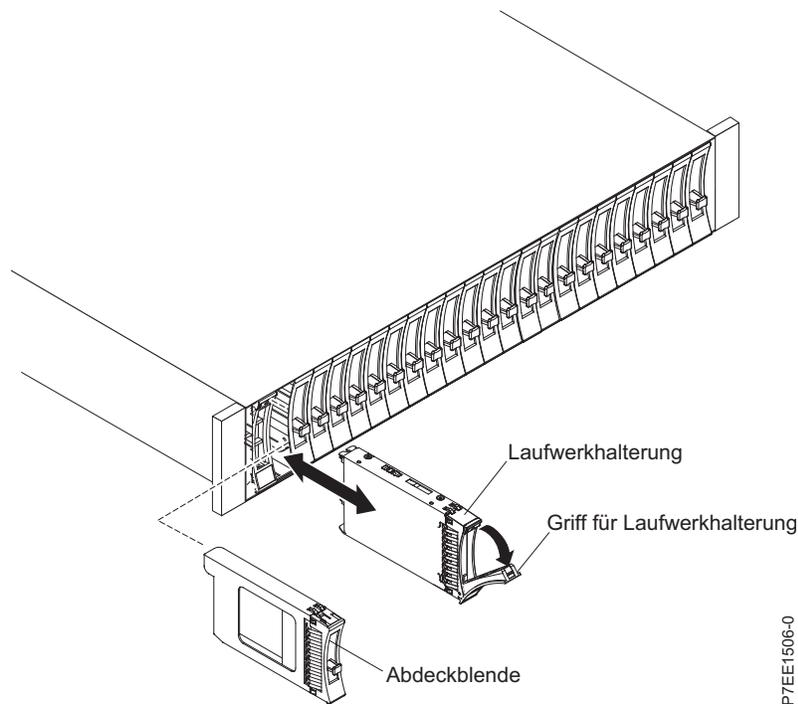

Abbildung 43. Laufwerk im 5887 Plattenlaufwerkgehäuse ausbauen
5. Ziehen Sie das Laufwerk an der Vorderseite aus dem Steckplatz und stützen Sie es dabei unten mit der Hand ab. Siehe Abb. 43 auf Seite 47.